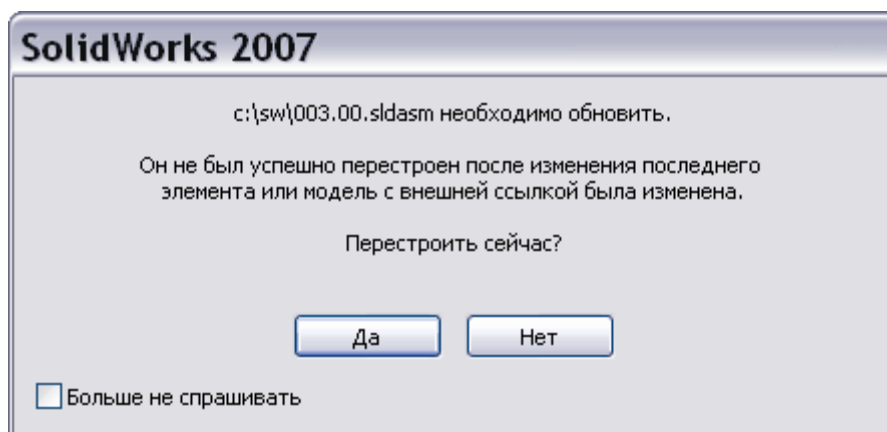

Рис. 56
3. После нажатия на кнопку Ok модель откроется в окне SW и появится сообщение (Рис. 56).